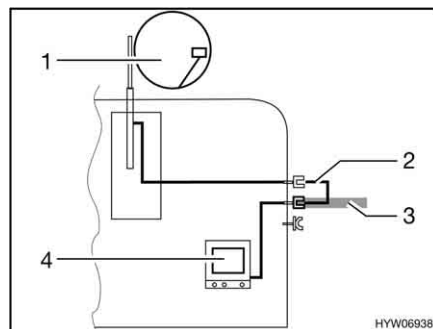

Fig. 120 TV en el vehículo
- TV en el vehículo (Fig. 120,4): Conexión a la antena del techo (Fig. 120,1) con el cable de conexión (Fig. 120,2)
- TV en el vehículo (Fig. 120,4): Conexión a antena externa (Fig. 120,3)